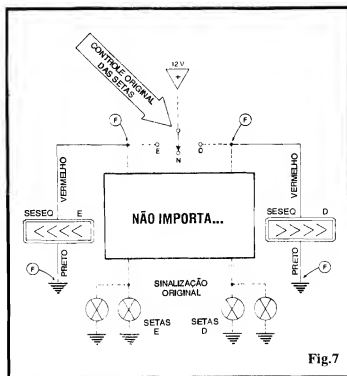

Fig.7
- **FIG. 7 - UMA DAS POSSIBILIDADES DE INSTALAÇÃO ELÉTRICA.** - Se a chave de controle original das setas normais de direção tiver o seu terminal ativo diretamente ligado ao positivo do sistema elétrico de 12V do veículo, absolutamente não importando o método de alternância ou intermitência utilizado para o comando inter-